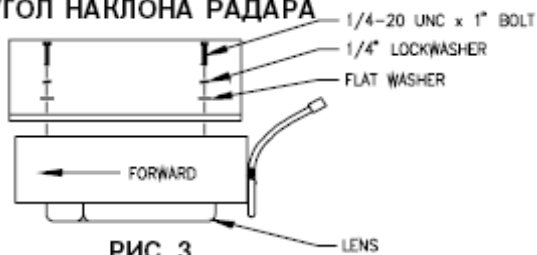

РИС. 3
- 5) С помощью монтажного инструмента прикрепите радар болтами к монтажному кронштейну. См. рис. 3.